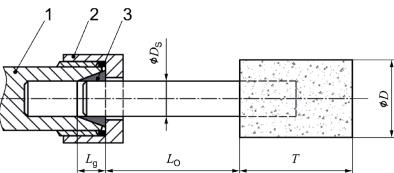

Figura 1 - lungimea de încastrare a mandrinei și clemei de strângere
- Tineți cont de faptul următor: la corporile abrazive mici trebuie redusă turăția din cauza prelungirii distanței dintre capătul clemei de strângere și corpul abraziv mic (surplus). Respectați lungimea minimă de încastrare de 10 mm. (Consultați figura 1 și recomandările producătorului de corpuși abrazivi mici).